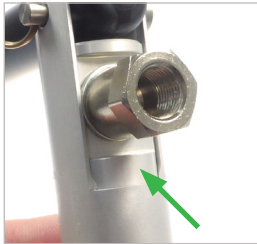

Figure 8
- ▶ Vaporisez brièvement une fois le lubrifiant avec le petit tube entre le boîtier et le piston sur la surface supérieure du connecteur (*Figure 8*).